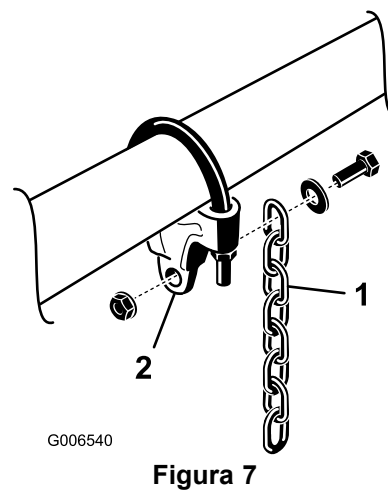

Figura 7
5. Montate una catena di sollevamento ad ogni staffa della catena con una vite, una rondella e un dado, come riportato in Figura 7